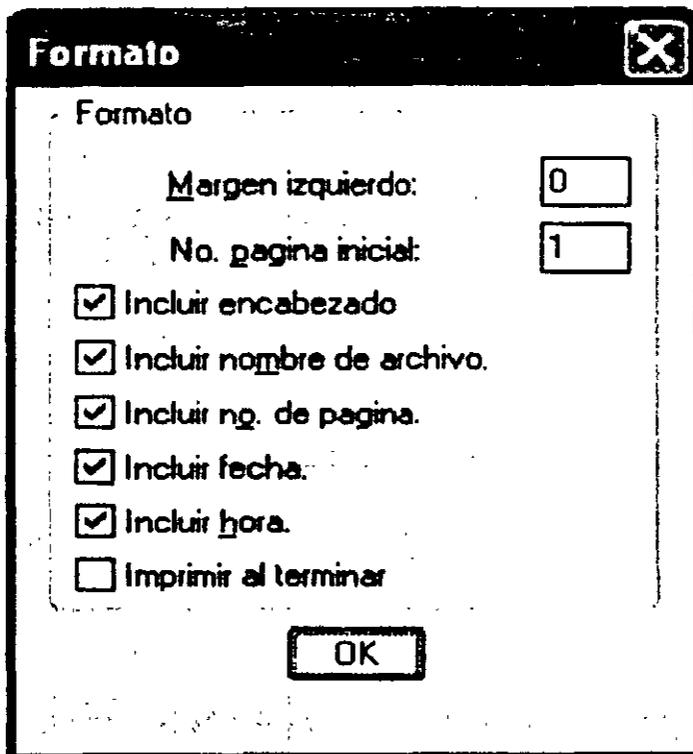
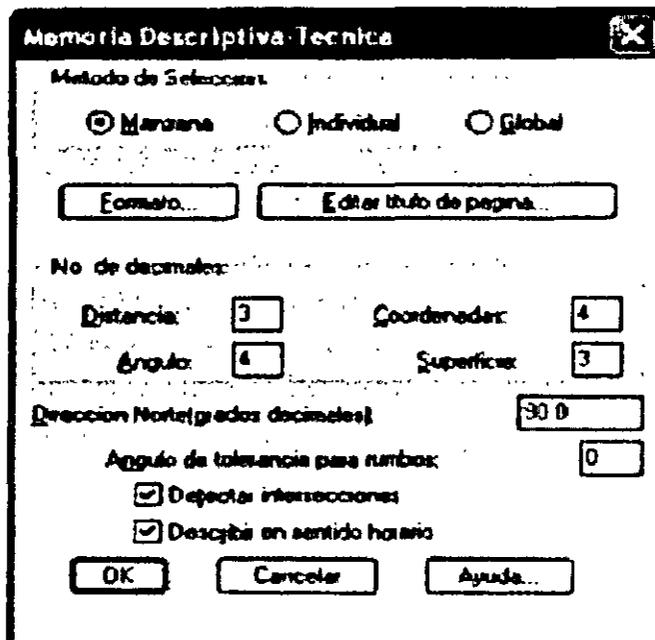

Fig. 13: Caja de diálogo para formato de hoja.
Fig. 14: Caja de diálogo para generar reporte de memoria descriptiva-técnica.
5. Seleccione "Generar reporte" y "Memoria descriptiva-técnica". En la caja de diálogo indique el método de selección por manzana y acepte los valores por defecto para número de decimales y formato. (fig. 13). Para modificar el encabezado que aparecerá en cada hoja seleccione "Editar titulo de pagina..." de la caja de diálogo. Si desea imprimir el archivo al terminar o modificar los datos que aparecerán en cada hoja seleccione la opción "Formato..." (fig.14). Al terminar presione OK.